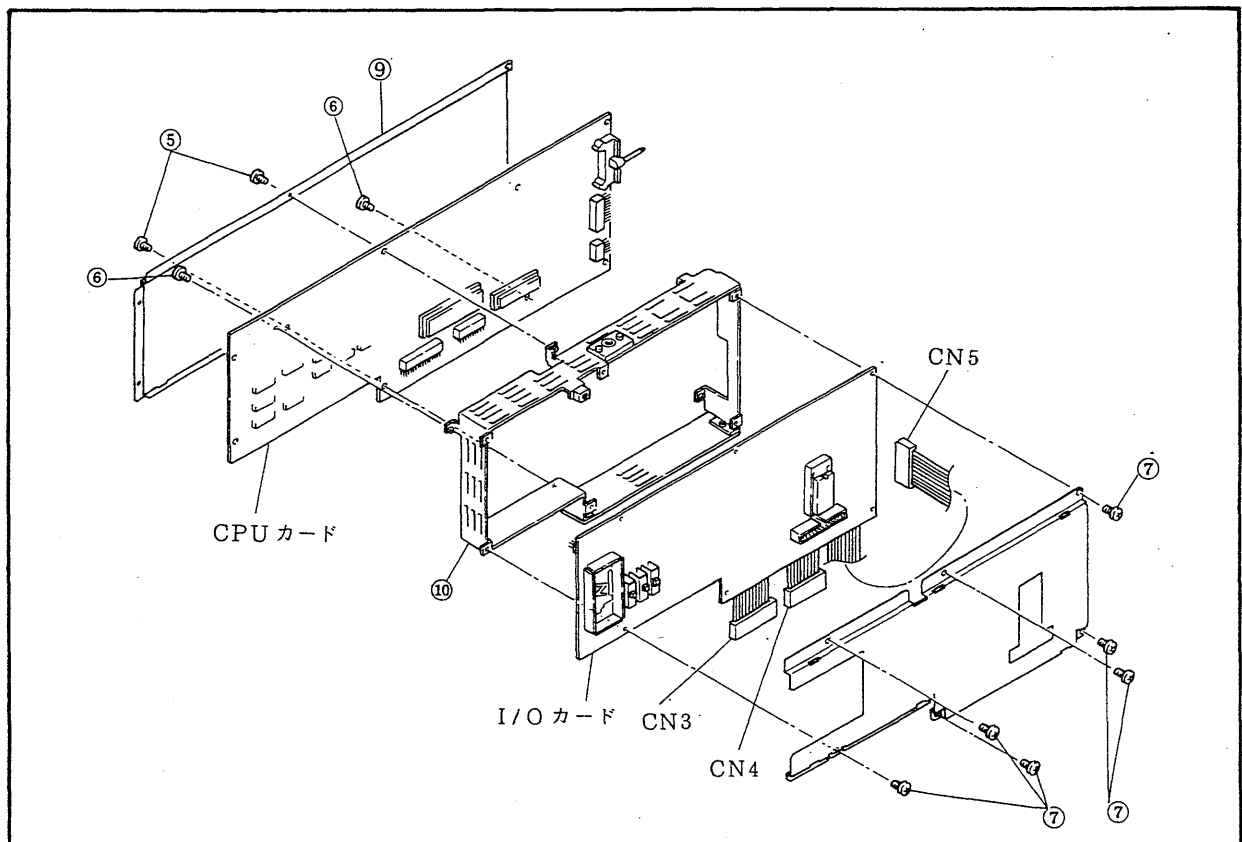

図 7.2.3 コントロール・アセンブリの分解
- (iii) 図 7.2.3 において、左側面上下の⑤ネジ 2 本を外して⑨カバーを取外すと、⑥ネジが 2 本現われます。
- (iv) ⑥ネジを 2 本外すと CPU カードが取外せます。
- (vi) ⑦ネジ 6 本を外すと I/O カードと⑩ブラケットを分離できます。